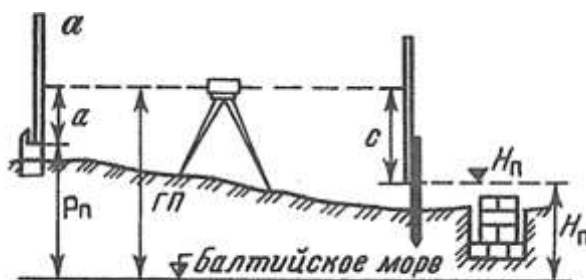

Рис. 1. Схема разбивки и контрольных высот фундамента
6. Выставьте проектную высоту верха фундамента на обноске (рис. 1), если высота репера  $P_n = 21,415$ , отсчет по рейке  $a = 0812$ , проектная высота фундамента  $H_n = 20,601$ .